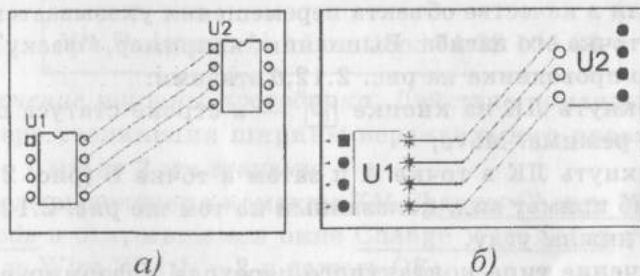

Рис. 2.11. Исходная шина в программах PCB (а) и SPECCTRA (б)
- вокруг ЭПЭ построить прямоугольный контур платы в слое Board, используя линию толщиной 0.254 мм — пример готов (рис. 2.11,а);
- переместить мышь на пять шагов сетки вправо и щелкнуть ЛК — рис. 2.11,б;
На рис. 2.11 проводник в слое TOP имеет сплошную черную заливку. Изменить узор заливки со сплошного (■ — рис. 2.10,б) на сетчатый (■ —рис. 2.10,в) можно воспользовавшись таблицей палитры цветов, о которой речь пойдет далее.